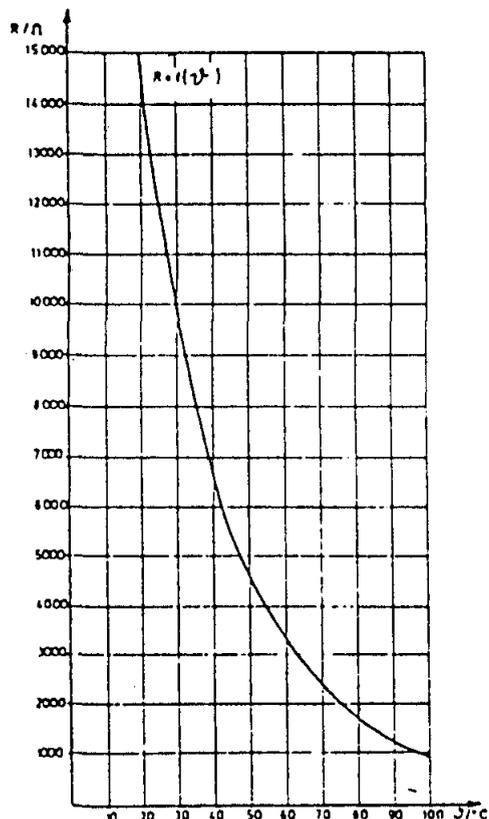
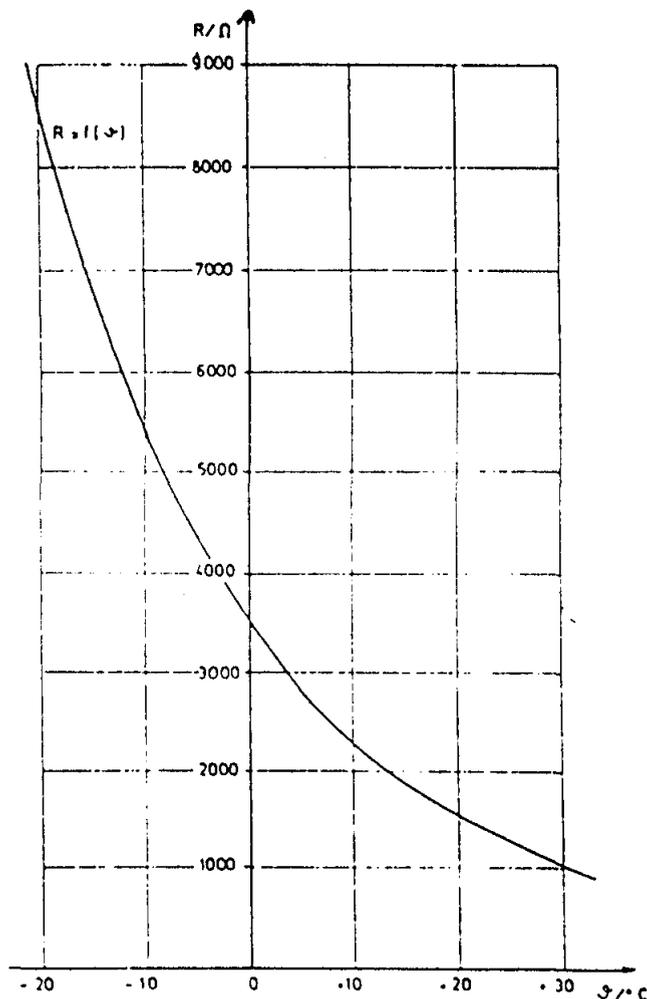

Fig.16: Sonde de départ Baelz 34
Fig.17: Sonde extérieure Baelz 33
- 3.) Si le régulateur donne une impulsion continue dans un sens, la panne peut se situer au niveau des sondes de mesure. Vérifier les sondes de mesure et les fils électriques du régulateur (coupure et court-circuit). Vérifier la sonde de mesure Baelz 33 (température extérieure) selon la courbe T 19.1/52 (voir fig.17) et Baelz 34 (température de départ) selon la courbe T 19.1/54 (voir fig.16).
En cas de panne du thermomètre de résistance, on peut vérifier le régulateur à l'aide d'une résistance de rechange ( voir fig.16 et 17).